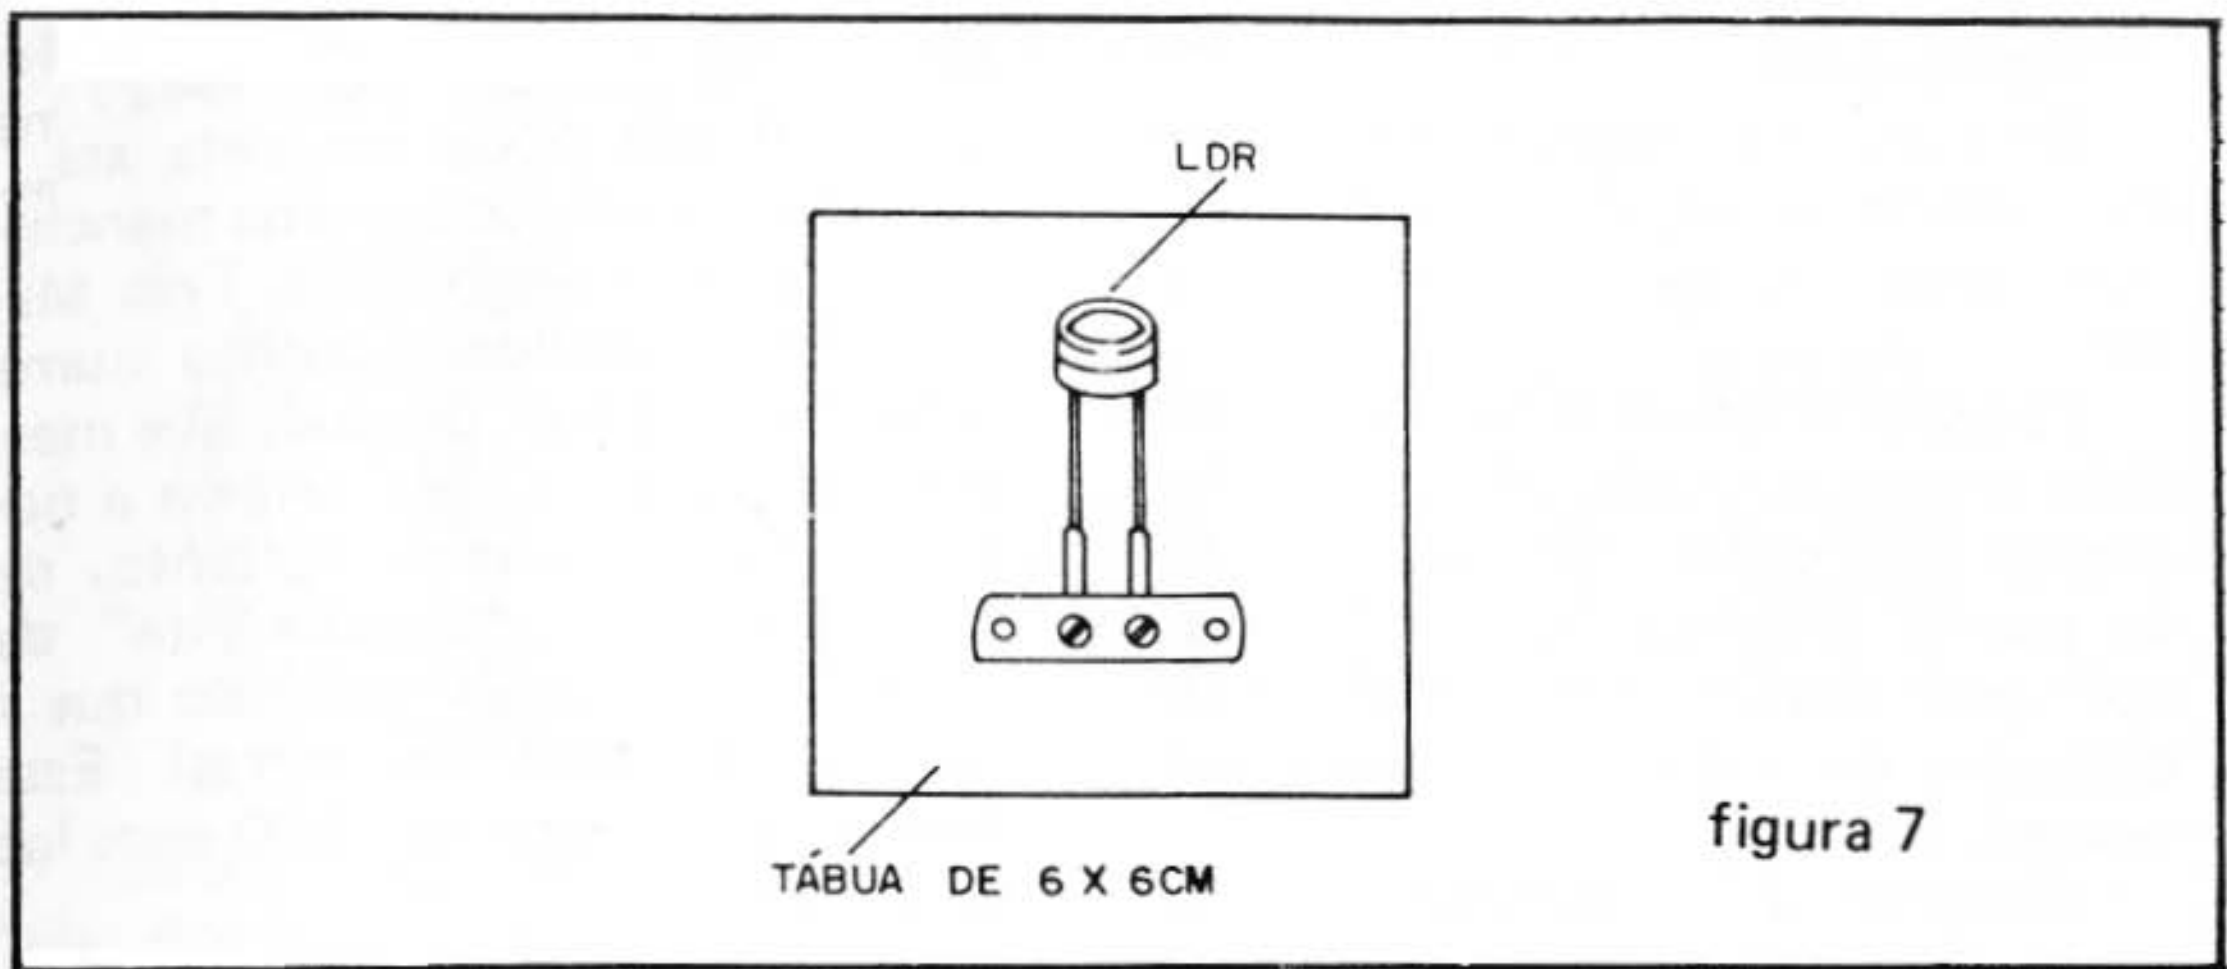

figura 7
e) LDR — pode ser um LDR comum redondo, que será montado conforme mostra a figura 7.